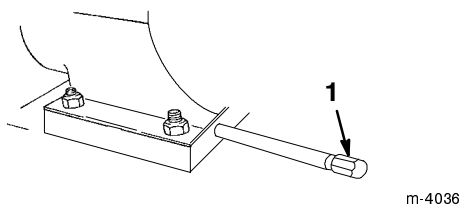

Figure 28
2. Nettoyez la surface autour du bouchon de vidange d'huile (Fig. 28).
3. Placez le bac de vidange sous le tube de vidange et retirez le bouchon (Fig. 28).